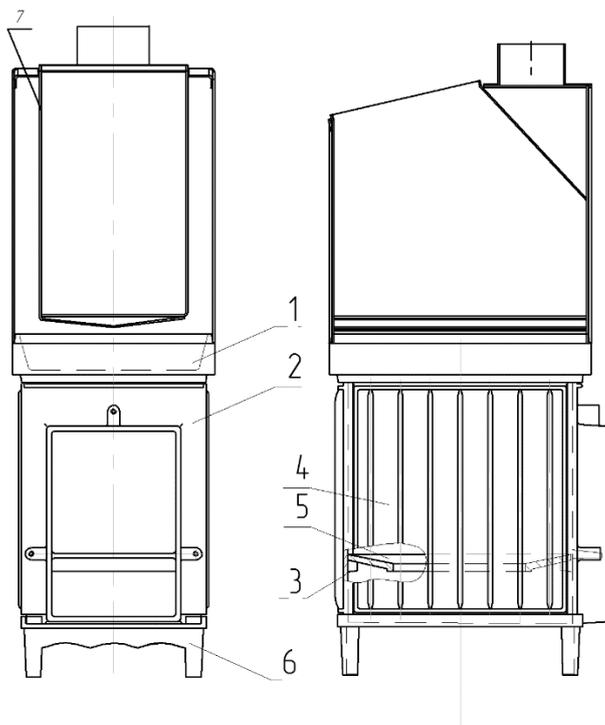

Рис. 2 Устройство печи Сударушка Руса Семейная» без декоративно-защитного ограждения и топочного тоннеля.
1.4.2 Конструкция печей Сударушка Руса Семейная представлены на рис. 2,3.
- поз1 рис.2- Крышка
- поз.2 рис.2.-Стенка передняя
- поз.3 рис.2.-Стенка задняя
- поз.4 рис.2.-Панель боковая
- поз.5 рис.2.-Колосник
- поз.6 рис.2.-Основание
К передней стенке топочного агрегата пристыкован комбинированный топочный тоннель (на рис.2 не показан). На крышке топочного агрегата размещена емкость для камней поз.7 рис.2., выполненная из жаропрочной нержавеющей стали толщ.3,0 мм